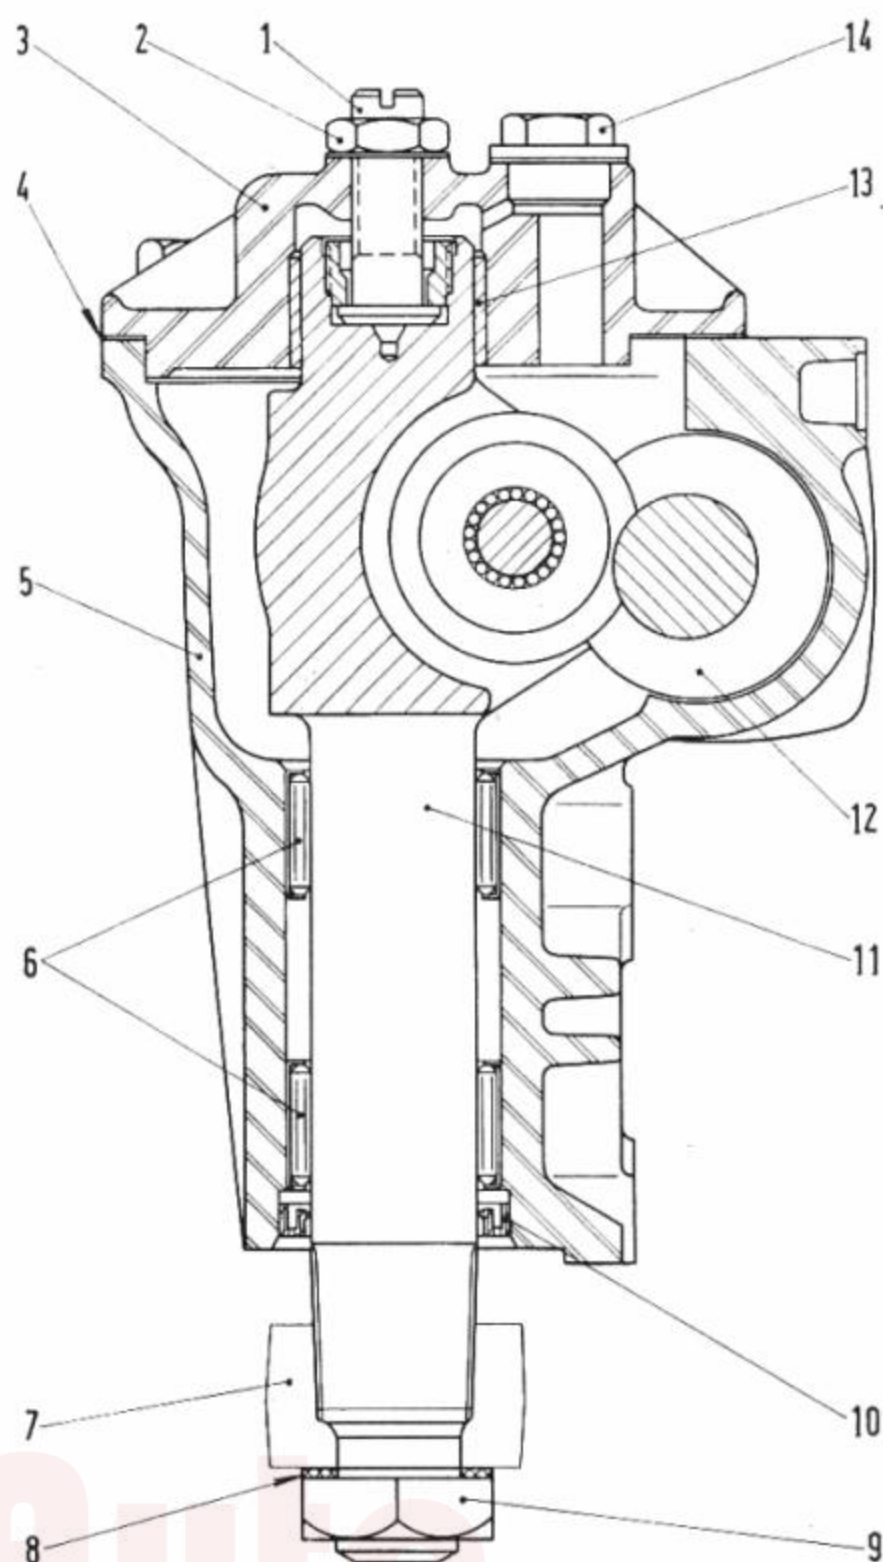

Abb. 95. - Schnitt des Lenkgetriebes, Ersatzteilbestellnummer 4167806, durch die Lenkrollenwelle.
Im Werk werden abwechselungsweise zwei verschiedene Lenkgetriebe montiert, deren Bestellnummern folgende sind: 4169064 (Abb. 97) und 4167806 (Abb. 95 und 96).
Der Lenkstockhebel (7, Abb. 95) darf dabei nicht von der Rollenwelle (11) abmontiert sein.
a) Die drehbare Unterlage wird mit dem Lenkgetriebe so gedreht, dass die Schnecke (12) und die darüber befindliche Schneckenrollenwelle (11) sich in waagerechter Stellung befinden.